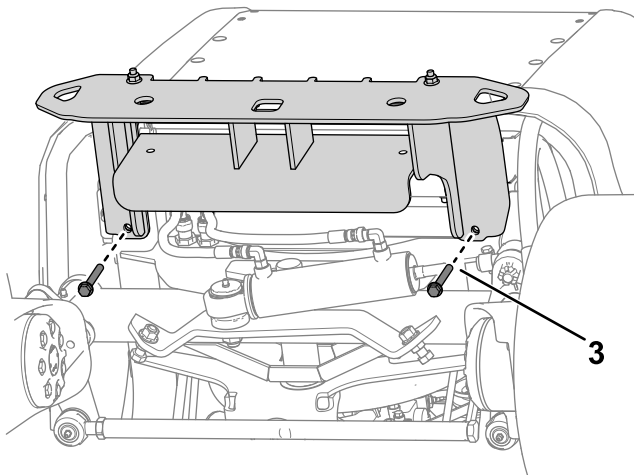

Figura 12
3. Sujete provisionalmente el área superior del parachoques en el bastidor de la máquina usando 4 pernos ($\frac{3}{8}$ " \times $3\frac{1}{4}$ ") y 4 tuercas ($\frac{3}{8}$ "), tal y como se muestra en la Figura 12.
4. Sujete provisionalmente el parachoques bajo el bastidor de la máquina usando 2 pernos ($\frac{3}{8}$ " \times $2\text{-}3\frac{3}{4}$ ") y 2 tuercas ($\frac{3}{8}$ "), tal y como se muestra en la Figura 12.